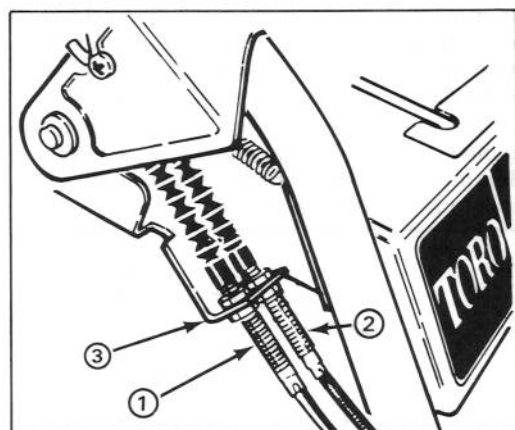

Figure 22
## RÉGLAGE DE LA COURROIE D'ENTRAÎNEMENT DE TARIÈRE/ROUE HÉLICE (fig. 22 et 23)
- Desserrez le contre-écrou supérieur fixant le câble de la tarière/roue hélice au support de fixation (fig. 22).
## RÉGLAGE DE LA COURROIE D'ENTRAÎNEMENT DE TRACTION (fig. 22)
8. Desserrez les contre-écrous qui tiennent le câble de commande (correspondant à la courroie à remplacer) au support (fig. 22). Le câble